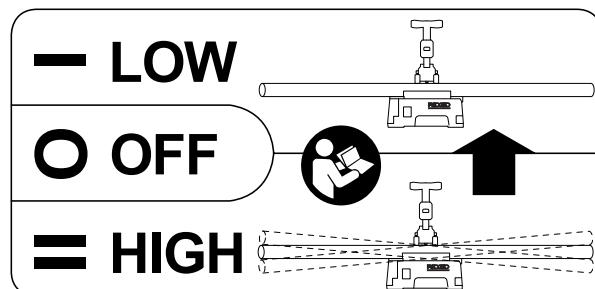

Figura 8 – Etiqueta de velocidades
7. Coloque el interruptor de pie en el lugar que se indica en la Figura 8, para permitir al operario adoptar una correcta posición de trabajo.
El cortatubos eléctrico tiene dos velocidades de operación: rotación lenta (LOW) y rápida (HIGH). Vea la Figura 8.